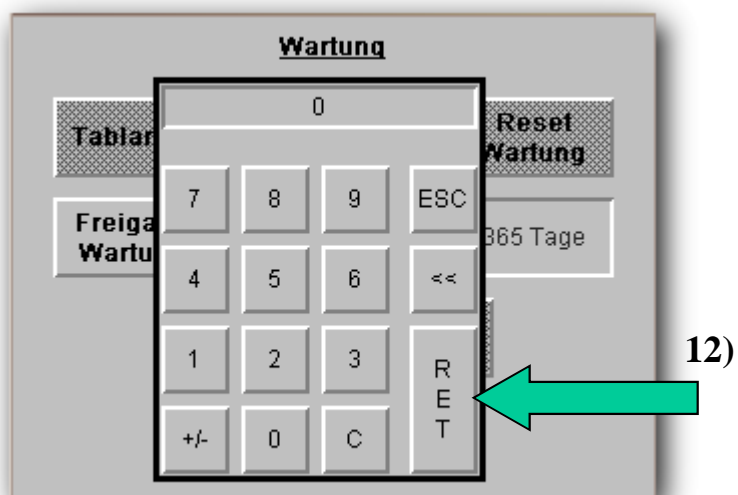

Bild 7
Wie im Bild 7 dargestellt, wird das Passwort eingegeben und mit RET (12) bestätigt.